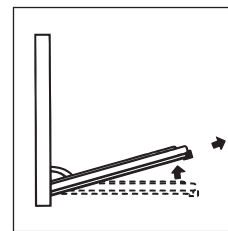

FIG. 3
- Sluit de deur gedeeltelijk; u kunt de deur nu oplichten door de sluitveren "A" uit te trekken zoals aangegeven in afbeelding 3.